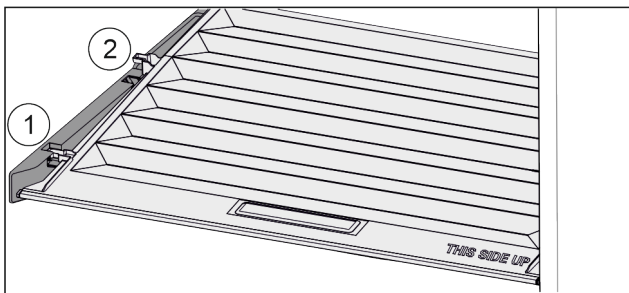

Fig. 35
- ▶ Dra locket framåt Fig. 35 (1) till öppningen i fästdelarna.
- ▶ Lyft det baktill underifrån och ta ut Fig. 35 (2) det uppåt.